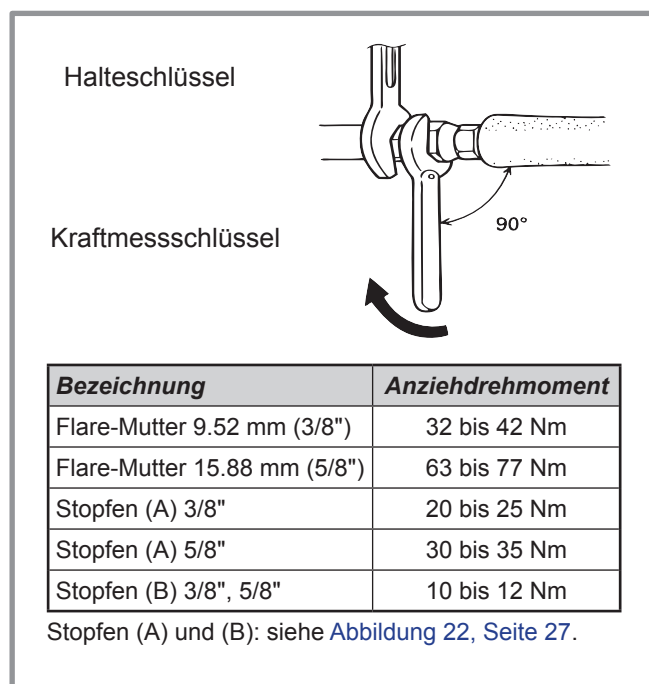

Abbildung 20 - Anziehdrehmomente
- Die Zugangsstopfen (A) an den Schiebersteuerungen entfernen.
- Die 2 Stopfen wieder anbringen (vorher auf Sauberkeit überprüfen) und mit dem in der Tabelle Abbildung 20, Seite 25 empfohlenen Anziehdrehmoment festziehen. Die Dichtheit der Stopfen wird nur mit Metall auf Metall realisiert.